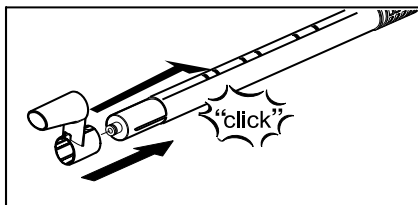

Ilustración 1
- Con la tecla de desbloqueo pulsada deslizar el gancho de sujeción por un tubo de prolongación (G1) desde abajo hasta la segunda muesca. El gancho de sujeción debe quedar enclavado al soltar la tecla de desbloqueo (ver ilustración 1).